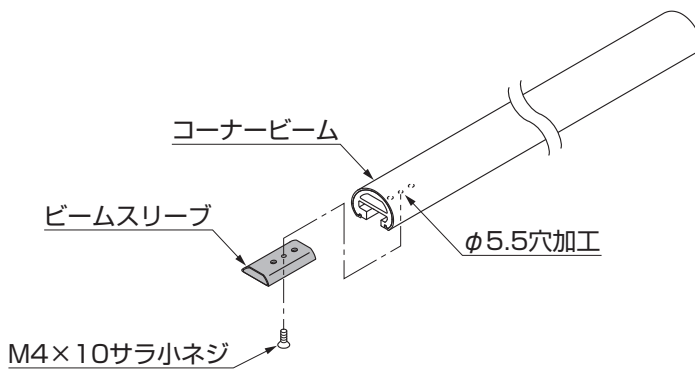

図7-5
- ③穴加工後に、ビームスリーブをコーナービームに差込み、φ5.5の穴にM4×10サラ小ネジで固定してください。(図7-5参照)